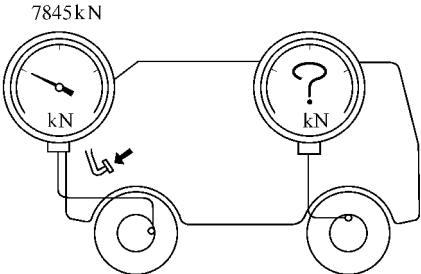

图 15-119 使前制动器压力上升到 7845kN
(2) 使前制动器压力上升到 7845kN ，并检查后制动器的压力，如图 15-119 所示。